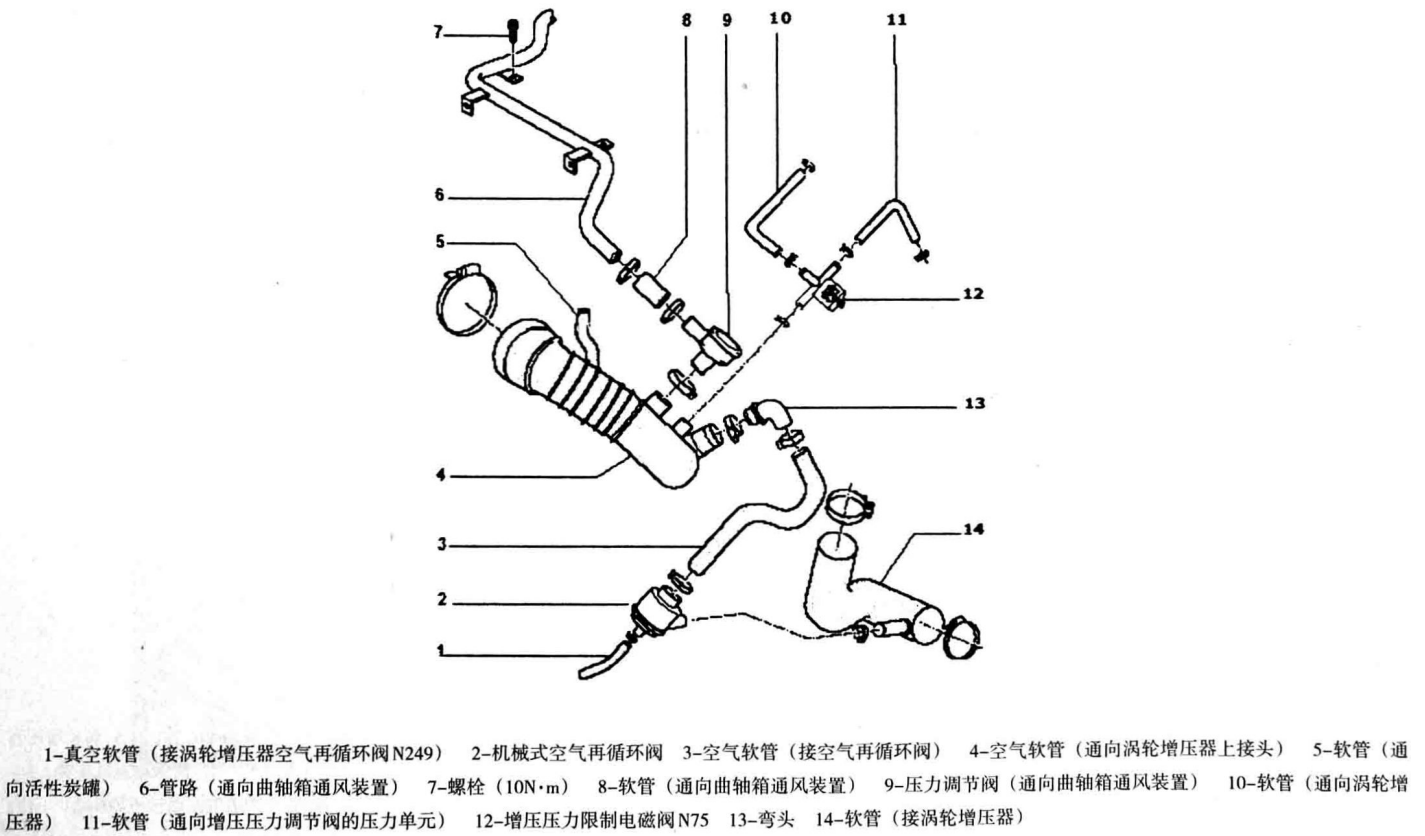

图 1-1-12 废气涡轮增压器拆装示意图（第二部分）
3. 废气涡轮增压器拆装示意图（图 1-1-12）（第二部分）